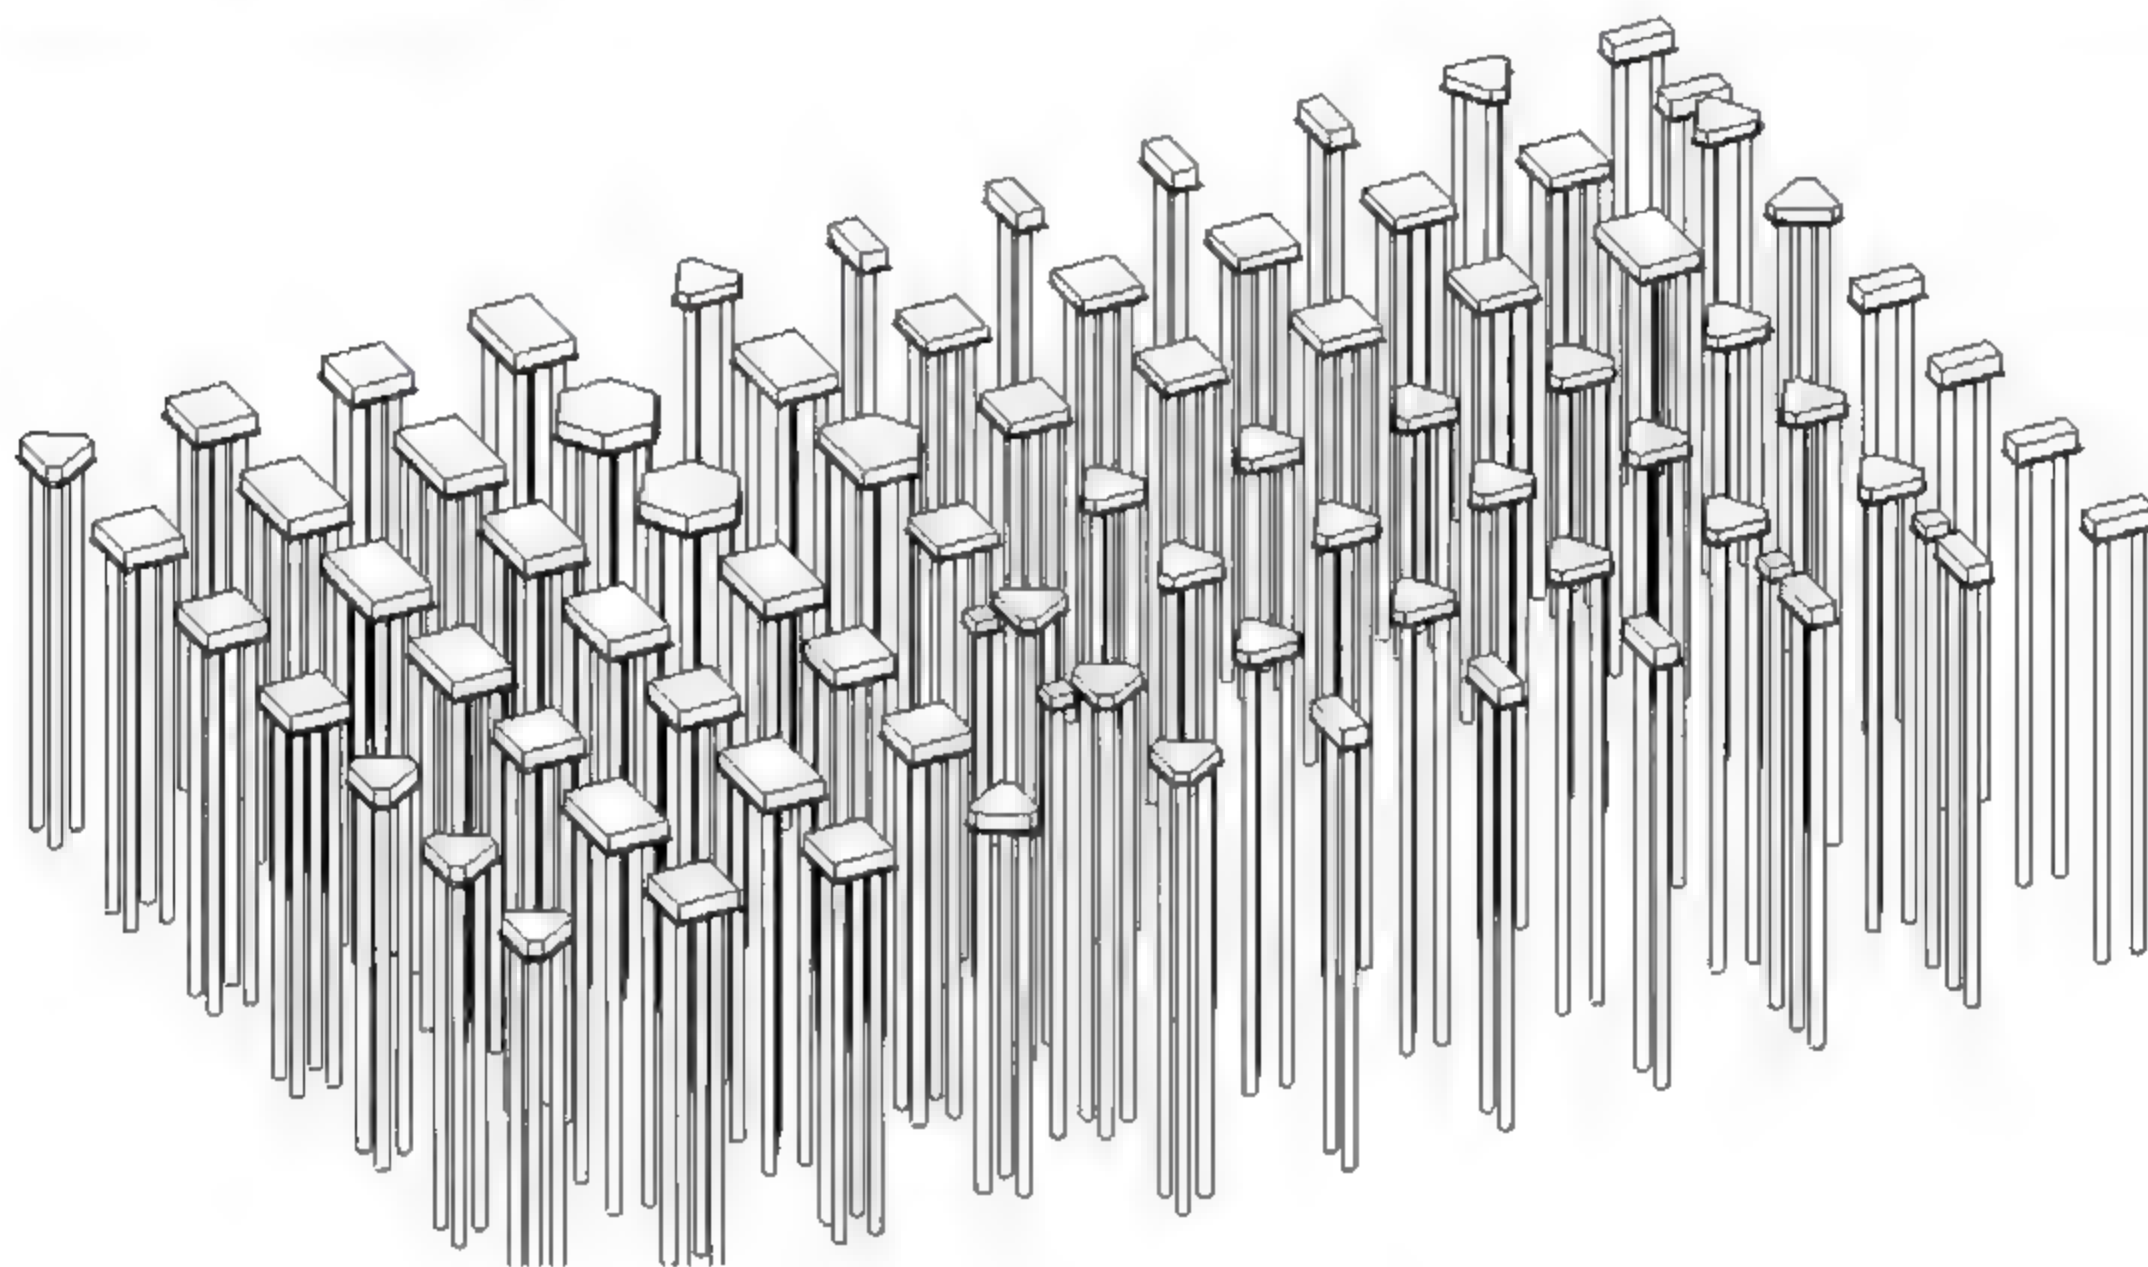

图 2.2.24 三维基础构件
(8) 完成步骤(4)和步骤(5), 将桩族精确地插入对应图形, 在三维视图中观察整个基础构件, 如图 2.2.24 所示。